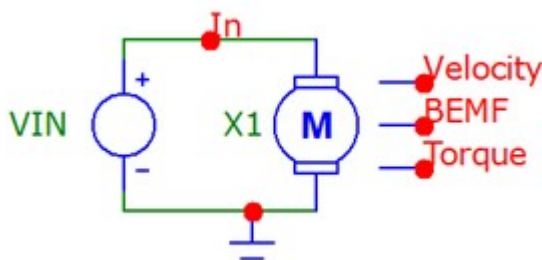

Рис. 3.1
- 2.2. Постройте в программе Micro-CAP схему согласно рис. 3.1.